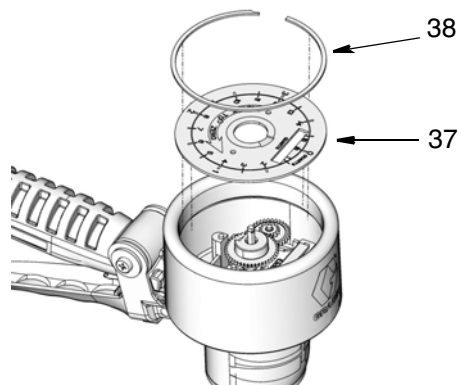

FIG. 22
3. Instale o painel frontal (37) e o prendedor grande de retenção (38) (FIG. 22).